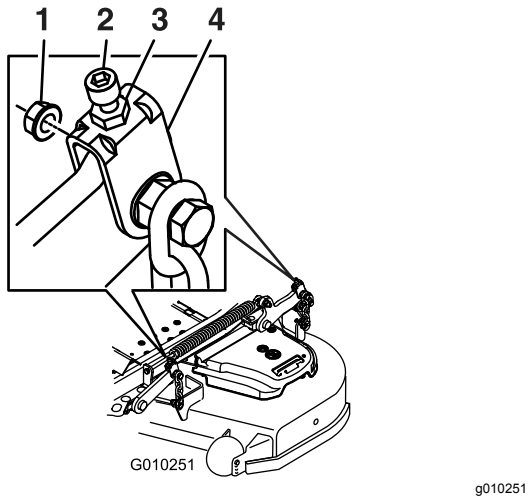

Figura 90
10. Gire la tuerca de ajuste del conjunto de elevación de la carcasa delantera para modificar la altura (Figura 90).
16. Gire el tornillo de ajuste hasta obtener una altura de 8.3 cm (3¼") (Figura 90).